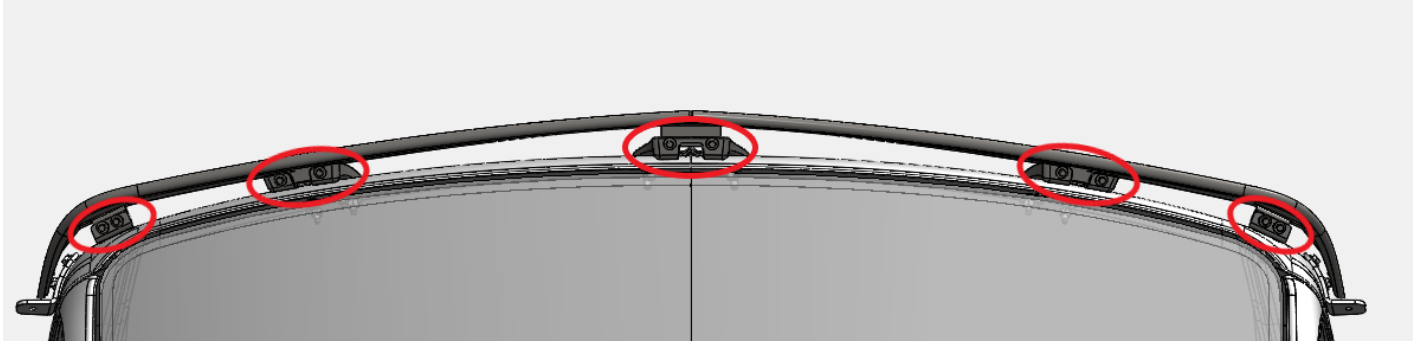

Figure 1 : Boulons OEM à retirer (en regardant vers le haut depuis le bas du pare-soleil)
1. Retirez le pare-soleil d'usine en enlevant les 10 boulons entourés ci-dessous dans la figure 1.